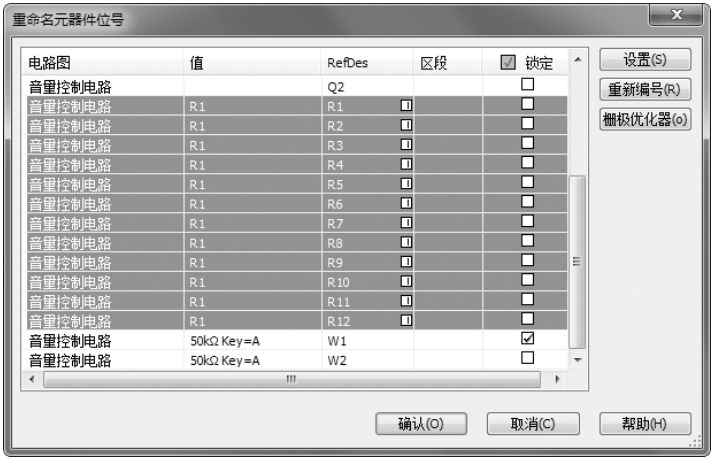

图 3-77 “重命名元器件位号”对话框
4) 单击 **Advanced RefDes configuration...** 按钮，弹出“重命名元器件位号”对话框，如图 3-77 所示，在该对话框中设置元器件编号，结果如图 3-78 所示。